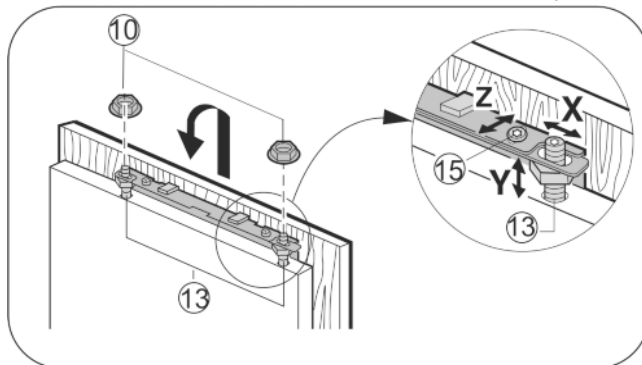

Fig. 19
- ▶ Zawiesić drzwi meblowe na sworzniach regulacyjnych Fig. 19 (13) i lekko nakręcić nakrętki zabezpieczające Fig. 19 (10) na sworznie regulacyjne.
- ▶ Ustawianie drzwi meblowych na wysokość Y i pochylenie boczne: za pomocą śrubokrętu ustawić sworznie regulacyjne Fig. 19 (13).
- ▶ Dokręcić nakrętki zabezpieczające Fig. 19 (10).